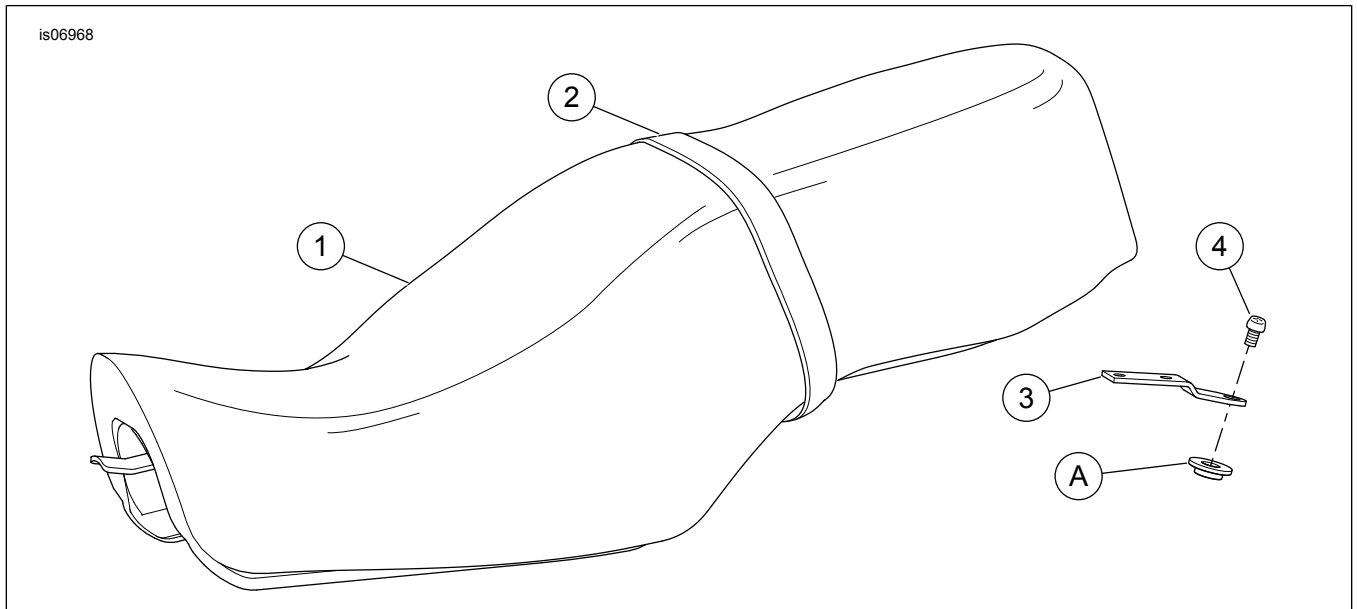

Abbildung 3. Ersatzteile: XL-Sitz
Siehe Abbildung 3 und Tabelle 1.
- a. Den neuen Sitz angewinkelt halten und die Zunge (1) am vorderen Teil in den Schlitz der hinteren Kraftstofftankhalterung eingreifen lassen.
- b. Den Sitz nach vorne drücken und den hinteren Teil des Sitzes absenken, bis der Sitz am Rahmen anliegt. Den Sitz in der Mitte leicht durchbiegen und nach hinten schieben, so dass der Mittelbolzen auf dem Rahmen in das Schlüsselloch (2) an der Unterseite des Sitzes eingreift.
3. Siehe Abbildung 3. Die Mitte des Sitzes nach oben ziehen, um zu überprüfen, ob der Sitz in der korrekten Stellung eingerastet ist. (Der Sitz hat noch etwas Spiel, darf sich aber um nicht mehr als ca. 12 mm [0,5 in] anheben lassen, weil er dann von dem Bolzen festgehalten wird.) Sollte der Sitz noch nicht korrekt eingerastet sein, Schritt 2 so oft wiederholen, bis der Sitz seine korrekte Stellung einnimmt. Weitere Anweisungen zur Sitzplatzierung siehe Bedienungsanleitung.
4. Die Sitzbefestigungsschraube (4) einsetzen und die Sitzhalterung (3) an der oberen Seite des Hinterradschutzblechs befestigen.